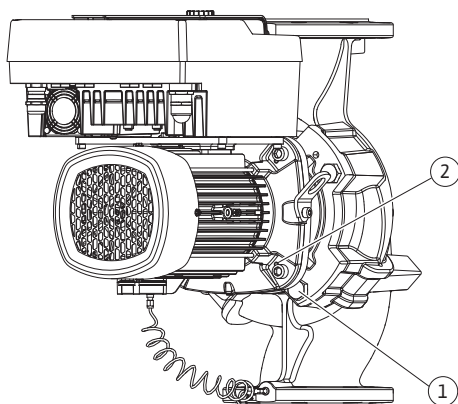

Fig. 104: Izbacivanje utičnog sklopa preko navojnih otvora (DN 100...DN 125)
23. Potisnite utični sklop iz kućišta pumpe. U tu svrhu koristiti dva navojna otvora (vidi Fig. 104, poz. 1).
33. Za izbacivanje utičnog sklopa sa kućišta pumpe koristiti dva susedna navojna otvora (Fig. 104, poz. 1) i odgovarajuće zavrtnje (npr. M10 x 25 mm) koji su obezbeđeni na objektu.